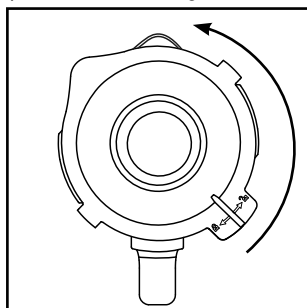

Fig. 1
- 1) Tournez le bol mixeur ③ dans le sens anti-horaire jusqu'à ce que la flèche ▼ située sous la poignée du bol mixeur se trouve sur la position . Détachez le bol mixeur ③ tout droit vers le haut du bloc moteur ⑥.
- 2) Retirez le couvercle ② en le tournant dans le sens anti-horaire en direction de la position  (voir fig. 1), jusqu'à pouvoir le retirer par le haut.
- 3) Remplissez le bol mixeur ③ au minimum jusqu'au trait inférieur de la graduation ⑧ et au maximum jusqu'au repère MAX. Pour d'excellents résultats, nous recommandons les quantités maximales suivantes :